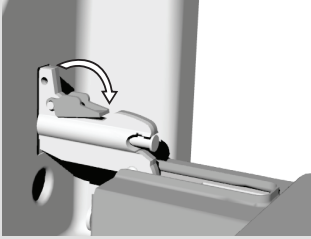

рис. 2
- На дверце с закрыванием GentleClose откиньте фиксаторы под углом  $90^\circ$  (рис. 2).